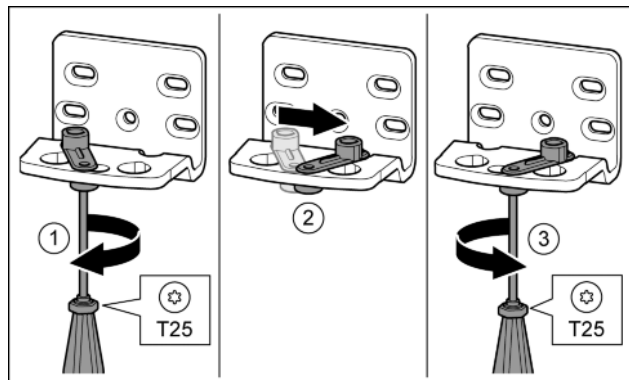

Fig. 16
- ▶ Schroef met de schroevendraaier T25 losdraaien. Fig. 16 (1)
- ▶ Deursluthulp optillen en 90° naar rechts in de opening draaien. Fig. 16 (2)
- ▶ Schroef met schroevendraaier T25 vastschroeven. Fig. 16 (3)